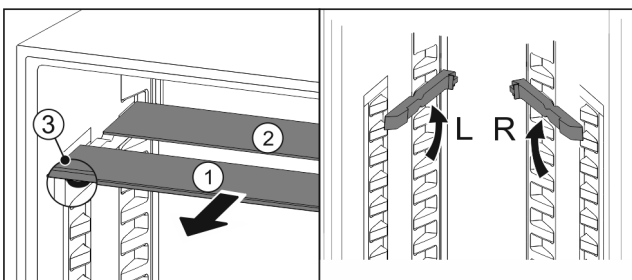

Fig. 177
- Sortir les tablettes par l'avant Fig. 177 (1).
- La tablette en verre Fig. 177 (1) avec bordure décorative est située à l'avant.
- Les butées Fig. 177 (3) sont orientées vers le bas.